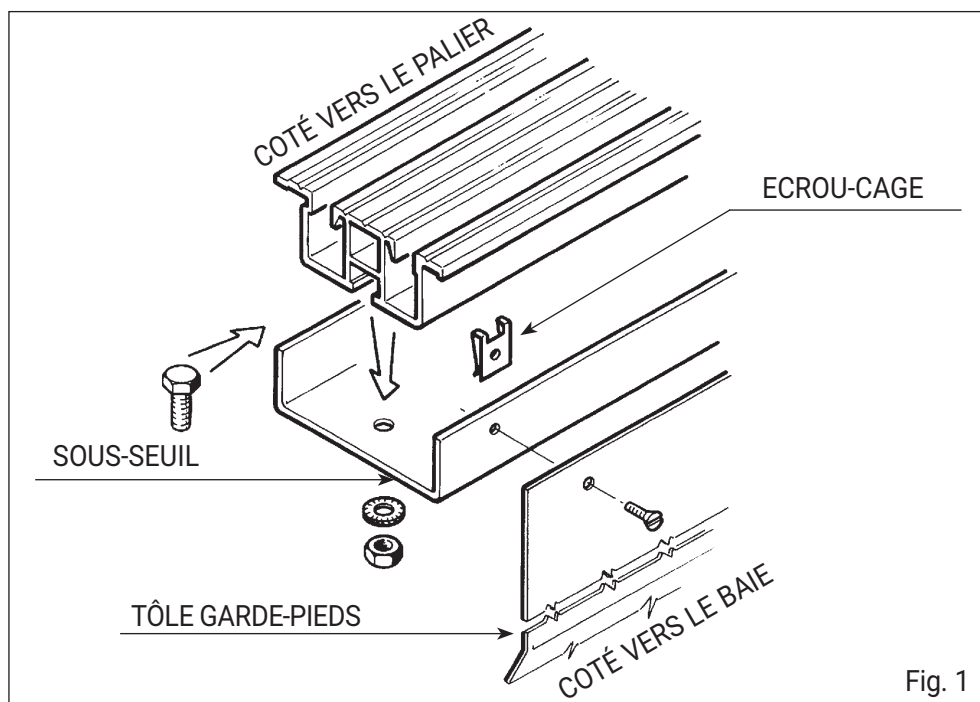

Fig. 1
Le montage du patin (2) sur son support (1) se fait avec une légère pression jusqu'à ce qu'il s'encastre sous les deux dents (3) (Fig. 1).
Le montage du patin sur son axe se fait avec une légère pression jusqu'à ce que les languettes "1" s'engastrent dans la gorge de l'axe (Fig. 1).
le seuil et le parement doivent être fixés de la manière indiquée sur la figure 1.